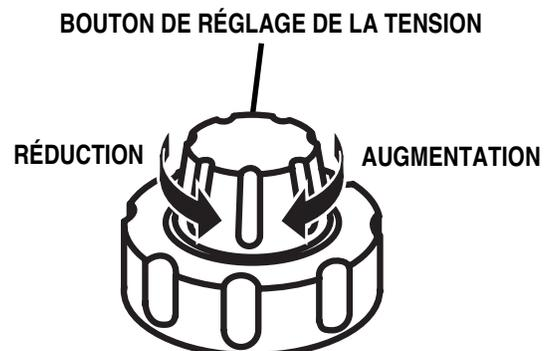

Fig. 17
- Le bouton de réglage de la tension se trouve sur le dessus de la scie. Voir figure 17. Tournez le bouton (le plus à l'extérieur et le plus gros) de dégagement rapide d'un quart de tour vers la gauche ou dans le sens antihoraire pour détendre la lame.